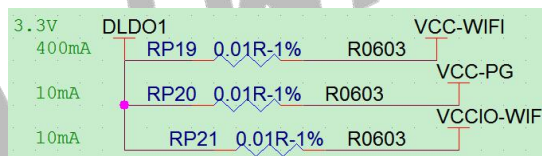

图 2-6 VCC-WIFI 电源设计
- WiFi 通常具有宽电压输入，可以采用 PS 供电或者 DLDO1 供电，当 WiFi 支持 SDIO3.0 时，可以将 VCC-WIFI 改用 PS 供电，VCC-PG 采用 1.8V 供电；当 WiFi 只支持 SDIO2.0 时，可以将 VCC-WIFI 与 VCC-PG 一起共用 DLDO1 供电，采用 3.3V IO 电压。如图 2-6 所示：